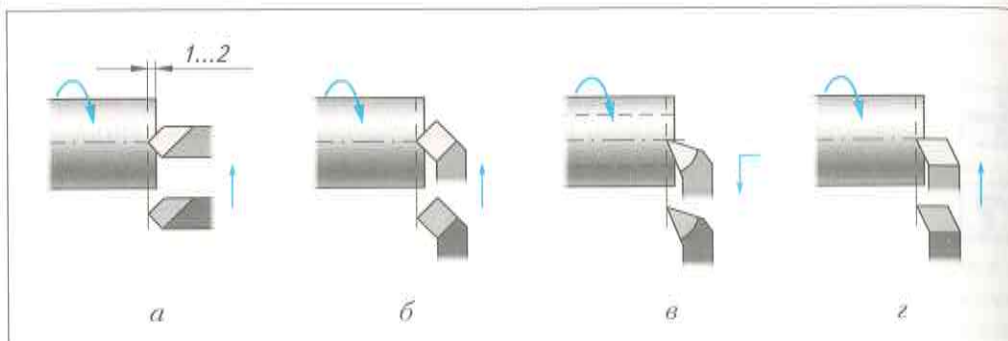

Рис. 54. Подрезание торцов резцами: а–в — проходными; г — подрезным
После обтачивания наружных цилиндрических поверхностей часто выполняют *подрезание торца* заготовки. Для этого применяют различные резцы. При подрезании торца проходными резцами (рис. 54, а–в) или подрезным резцом (рис. 54, г) его подводят до соприкосновения с торцом. Затем резец отводят на себя и перемещают каретку на 1...2 мм влево (т. е. устанавливают глубину резания 1...2 мм). Поперечным перемещением резца снимают с торца слой металла. Переместить каретку на 1...2 мм или любую другую величину можно с помощью лимба продольной подачи. Цена деления этого лимба $l_{пр} = 0,5$ мм, поэтому количество делений, на которое требуется повернуть лимб, определяют по формуле: $a_{пр} = l : l_{пр}$, где l — необходимая длина перемещения каретки. Если на торце детали есть отверстие, то подрезку торца можно проводить от центра детали при подаче резца на себя (см. рис. 54, в).
2. Включите станок и подрежьте торец заготовки (см. рис. 54) с помощью поперечной подачи резца. Выключите станок, снимите деталь, закрепите её в тисках и зачистите получившийся в центре торца уступ. Проверьте прямолинейность торца, приложив к нему линейку.